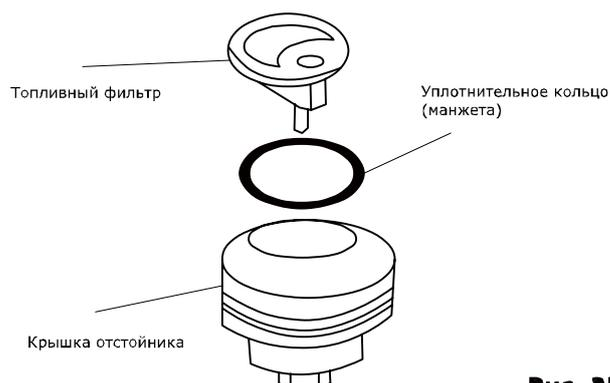

Рис. 25
- Очистите или продуйте сжатым воздухом и установите обратно фильтр и манжету (рис. 25).